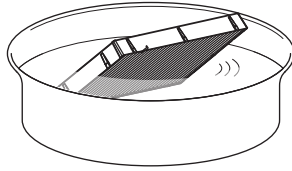

Рис. 1
1) Промойте блок воздушного фильтра. (Рис. 1)